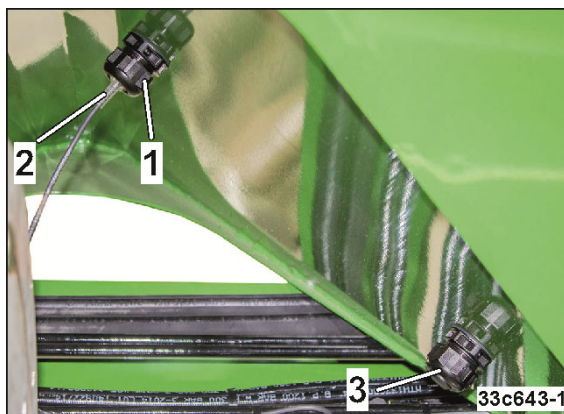

Bild 141
2. Lossa muttern (Bild 141/1).
3. Dra ut nivåsensorn (Bild 141/2) och sätt den i avsett fäste och lås den.
5. Dra åt muttern (Bild 141/1).
För att stänga till den nu fria öppningen sätter du proppen (Bild 141/3) i fästet och kläm fast.